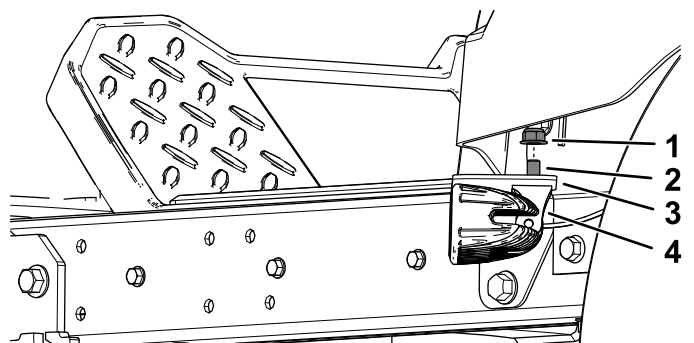

Figure 6
2. Insérez le boulon à tête hexagonale (5/16" x 3/4") dans l'éclairage à LED et le support latéral, et fixez-le avec l'écrou à embase (5/16"), comme montré à la Figure 6.